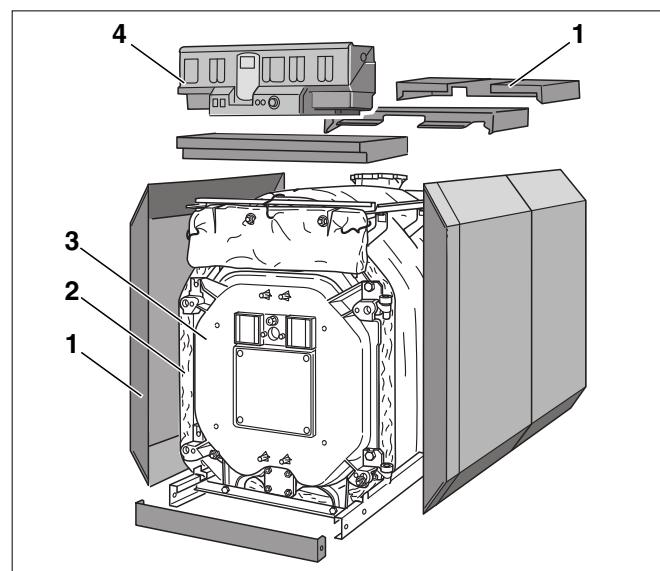
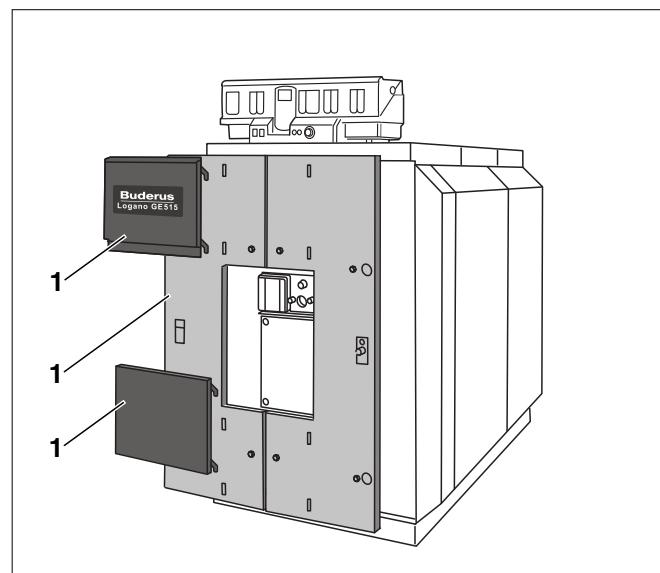

Рис. 1 Специальный отопительный котел Logano GE515 на дизельном и газовом топливе
Рис. 2 Специальный отопительный котел Logano GE515 на дизельном и газовом топливе
- Блок котла (рис. 1, Поз. 3).
- Обшивка котла (облицовка рис. 1 и рис. 2, №ц. 1), теплоизоляция (рис. 1, Поз. 2).
- Система управления (рис. 1, Поз. 4)